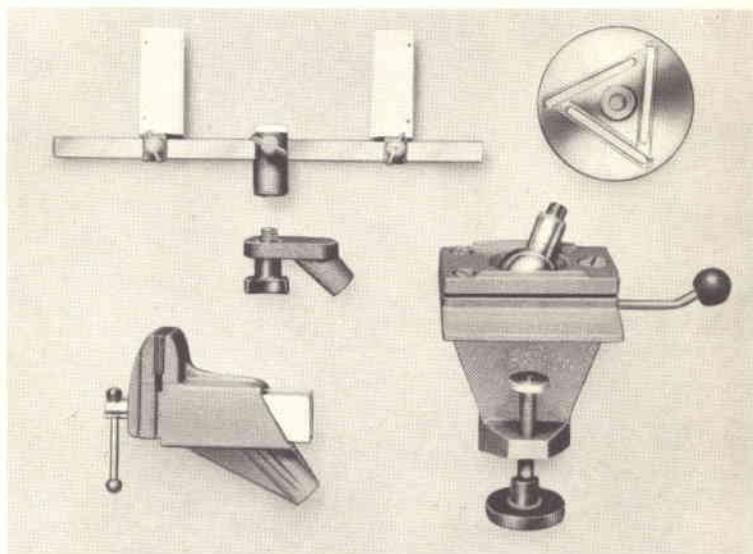

Figura 1
**Figura 1** illustra i 5 pezzi che formano la combinazione Spannfix e precisamente: il pezzo principale che si fissa al banco, e i 4 accessori che vengono usati a seconda delle necessità, compreso l'adattatore di posizionamento.